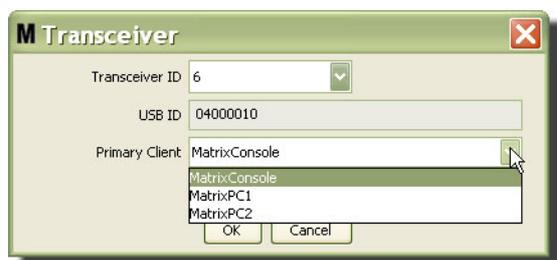

FIG. 91
- Pour modifier le client primaire attribué à un émetteur-récepteur, cliquez sur la flèche à côté du champ "Primary Client" (Client primaire) pour afficher le menu déroulant (FIG. 91). Le but de l'attribution d'un client primaire à un émetteur-récepteur est d'acheminer correctement les demandes d'autorisation d'accès à l'entrepôt des pièces (PRA) des compteurs au bon ordinateur client. Si le mode PRA n'est pas utilisé, attribuez simplement tous les émetteurs-récepteurs au client de la console Matrix par défaut.